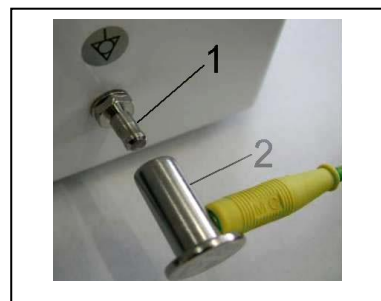

Abb. 12
- Verbinden Sie den Stift für den Potenzialausgleich  $\varnothing 6$  mm (1) mit dem Stromkreislauf entsprechend den in den gültigen Vorschriften für elektrische Arbeiten aufgeführten Methode. Die Buchse für den Potenzialausgleich (2) ist ein Zubehörteil und nicht im Grundpaket enthalten. (Abb. 12)